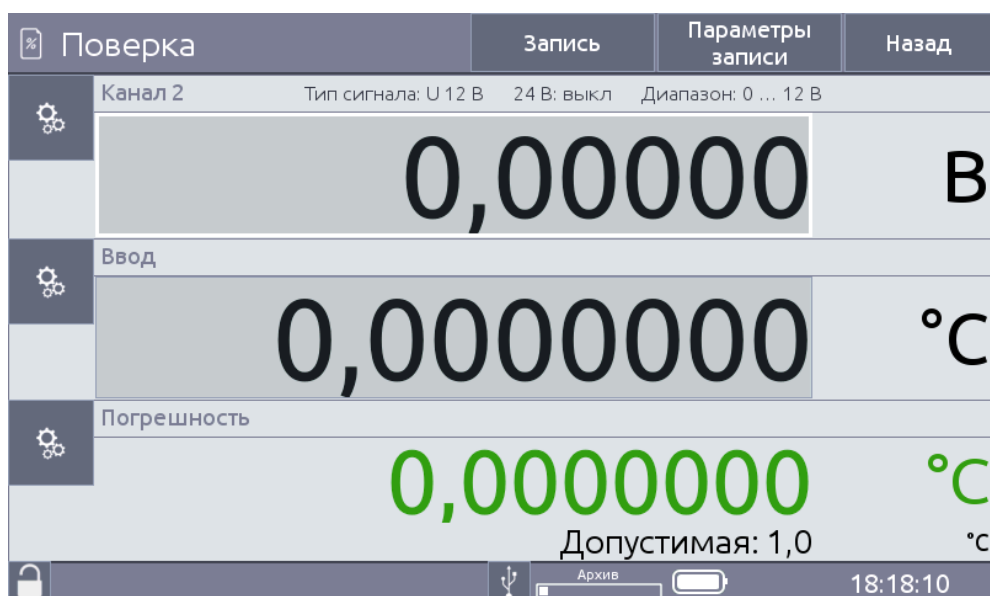

Рисунок 2.86
- «К3» для ПДЭ-040, ПДЭ-020, ПДЭ-020И и ТЦЭ-005/М3 (рисунок 2.86);
- «К3» для ПДЭ-040, ПДЭ-020, ПДЭ-020И (рисунок 2.86);